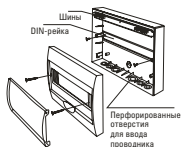

Рис. 1 – Схема монтажа ЩРН-П
7. Установить лицевую панель, закрутив шурупы. См. рис. 1.